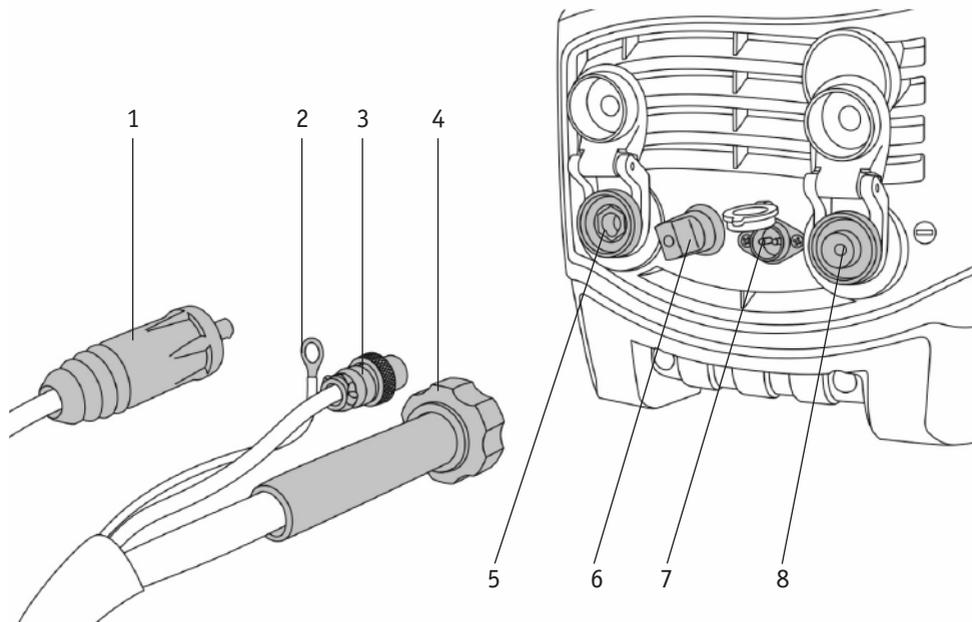

Рис. 7.5.1. Подключение плазморона.
3. Подключите резьбовой разъем плазмотрона к разъему аппарата на передней панели (См. рис. 7.5.1) через резьбовой переходник $\frac{1}{4}$ (внеш.) – M16x1,5 (внут.), IZT5683, убедитесь в плотной фиксации резьбового соединения. Подключите 2-pin разъем для управления включения плазмотрона в разъем на панели аппарата, подключите провод высокочастотного поджига и зафиксируйте его специальной прижимной шайбой M8.